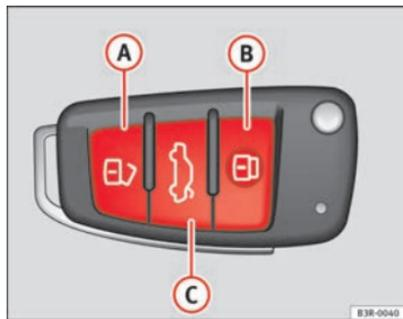

Fig. 77 Chiave con telecomando: Tasti
- Premere il tasto **A** ⇒ fig. 77 per circa 1 secondo.